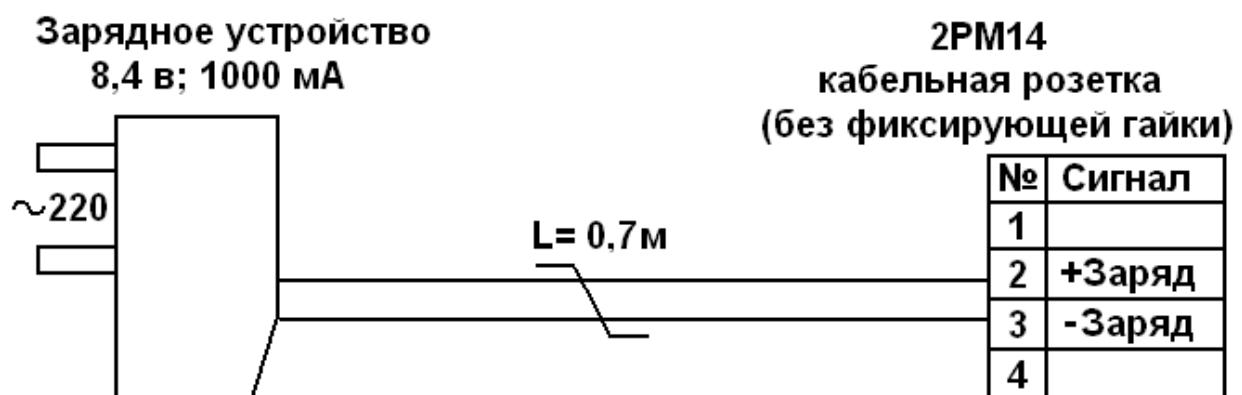
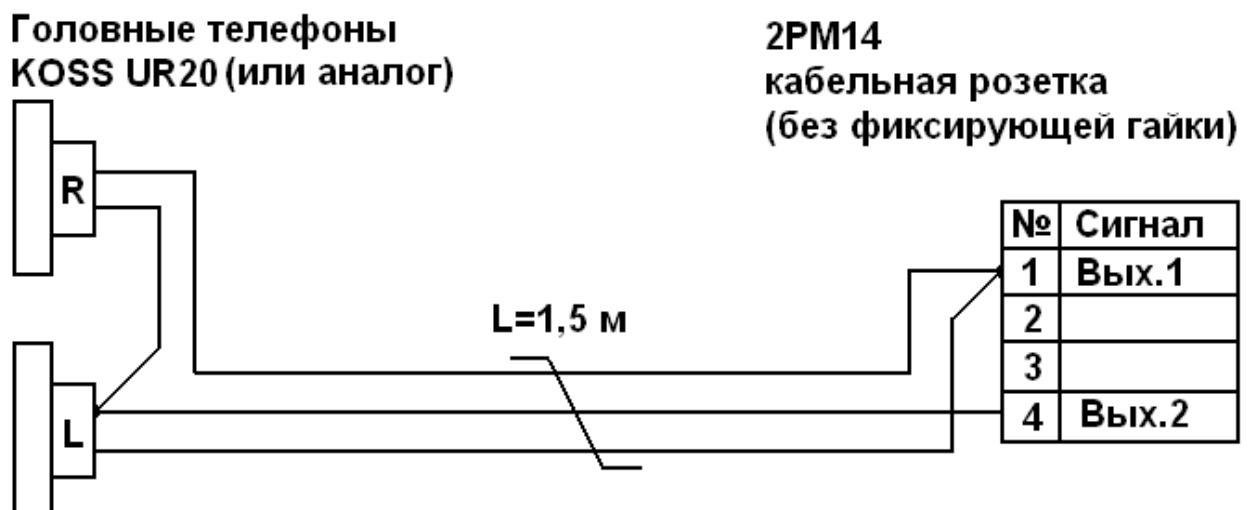

Рис.14. Схема подключения зарядного устройства к БО А-10Т3
Рис.15. Схема подключения головных телефонов к БО А-10Т3
8.2. На Рис.14 и Рис.15 приведены схемы подключения зарядного устройства и головных телефонов.